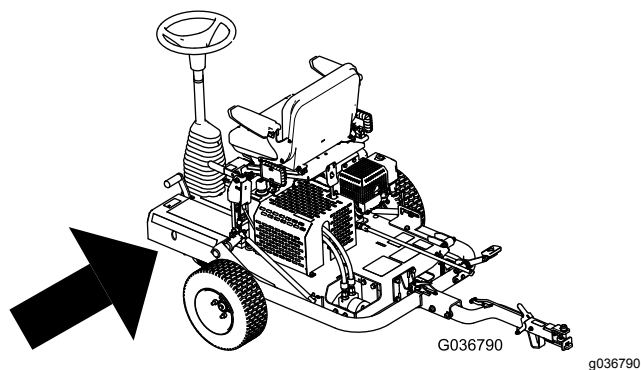

Bild 25
3. Pumpen Sie Schmierfett in den Schmiernippel, wie in Bild 25 abgebildet.